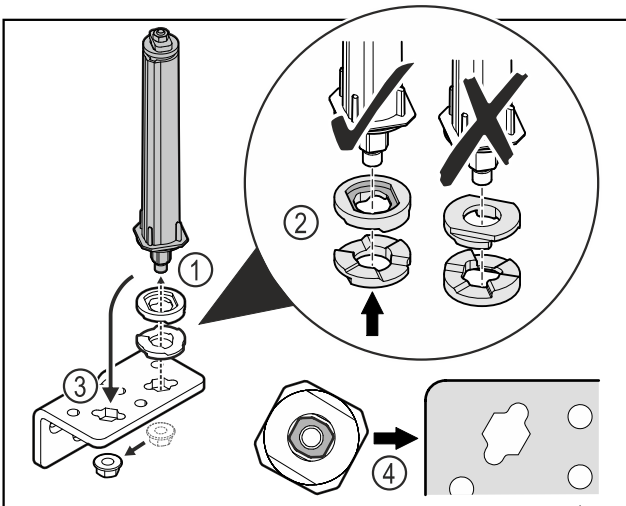

Fig. 36
- ▶ Løsne mutteren og fjern dørlukkesystemet Fig. 36 (1).
- ▶ Sørg for korrekt innretting av høydejusteringsskivene Fig. 36 (2).
- ▶ Sett om dørlukkesystemet i hengselvinkelen og fest med mutteren Fig. 36 (3).
- ▶ Ved innsetting, sørg for korrekt innretting av dørlukkesystemet Fig. 36 (4).